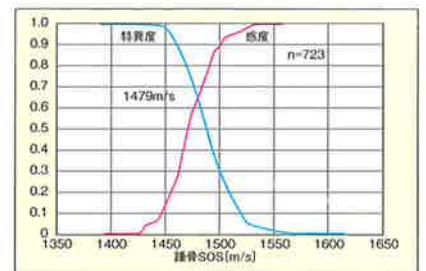

図2 椎体骨折群と有無における踵骨SOS値の感度・特異度曲線。感度・特異度曲線の交点に相当する踵骨SOSは1479m/s。
- 骨粗鬆症の専門医で構成されたCM-100マルチセンタースタディー委員会の検討結果からカットオフ値(診断基準)を設定しています(図2)。